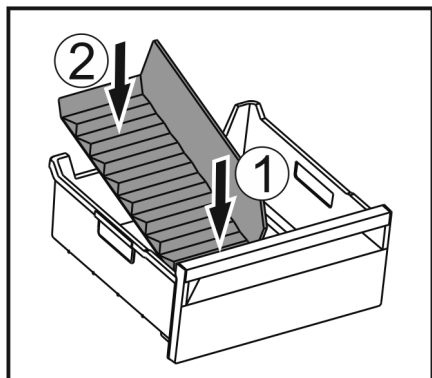

Fig. 224
- Installer la partie avant du séparateur de congélateur. Fig. 224 (1)
- Abaisser la partie arrière du séparateur de congélateur jusqu'au fond du tiroir. Fig. 224 (2)